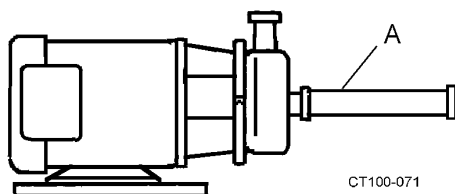

Figura 5 - Lunghezza del tubo diretto
- Mantenere la sezione di tubazione (vedere Figura 5, rif. A) di lunghezza di almeno 8 diametri sull'ingresso della pompa.